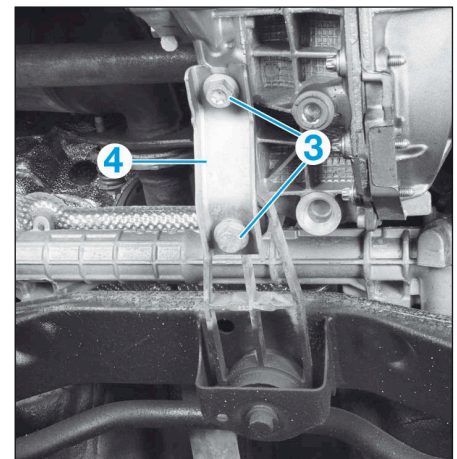

FIG.9
- Déposer les vis (3) puis la patte de maintien (4) (Fig.9).